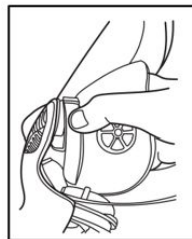

Fig.15
1. Retire el conjunto de la copa nasal al tomar el anillo de plástico duro de la copa nasal, donde se une al lente, y jalar suavemente hacia arriba para separarlo del conjunto del lente (Fig. 15).